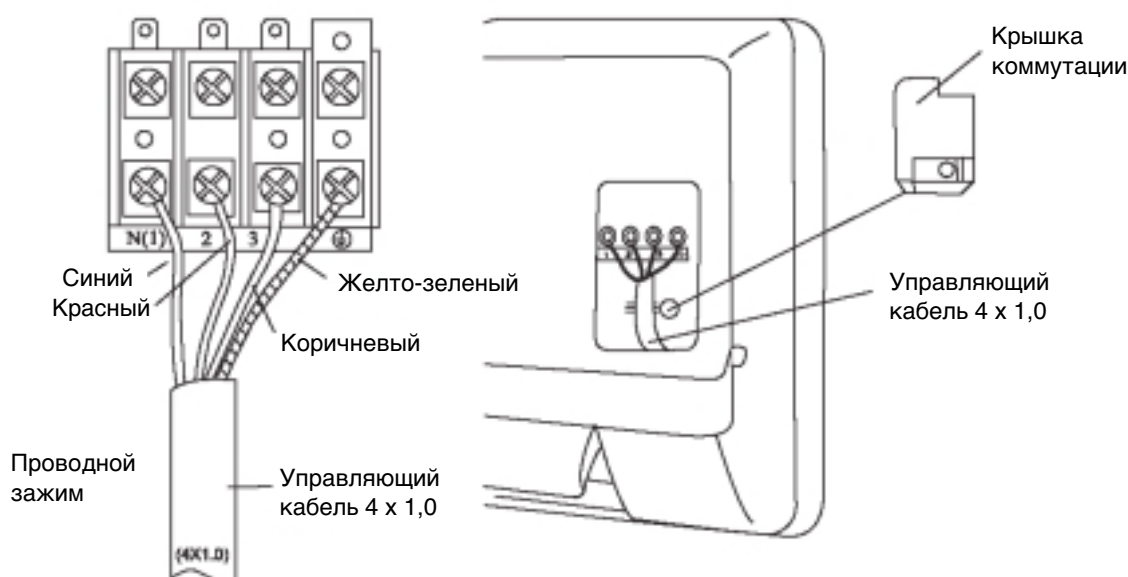

Рис. 4
2. Снимите крышку коммутации (рис. 4).
4. Подключите синий провод кабеля питания к клемме "N(1)", коричневый - к клемме "2", красный - к клемме "3" и желто-зеленый (провод заземления) – к клемме $\perp$, как показано на рис. 4.